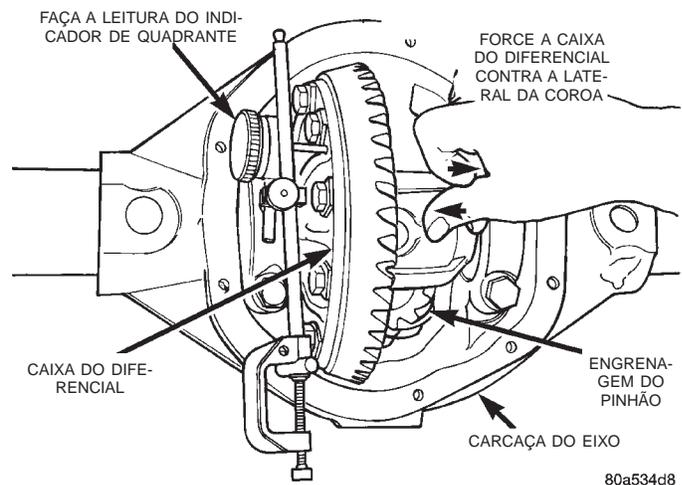

Fig. 53 Segure a Caixa do Diferencial e o Indicador de Quadrante de Leitura - Típico
(23) Empurre a caixa do diferencial e mantenha-a pressionada contra a lateral da coroa da carcaça do eixo (Fig. 53).
(24) Registre a leitura do indicador de quadrante (Fig. 53).